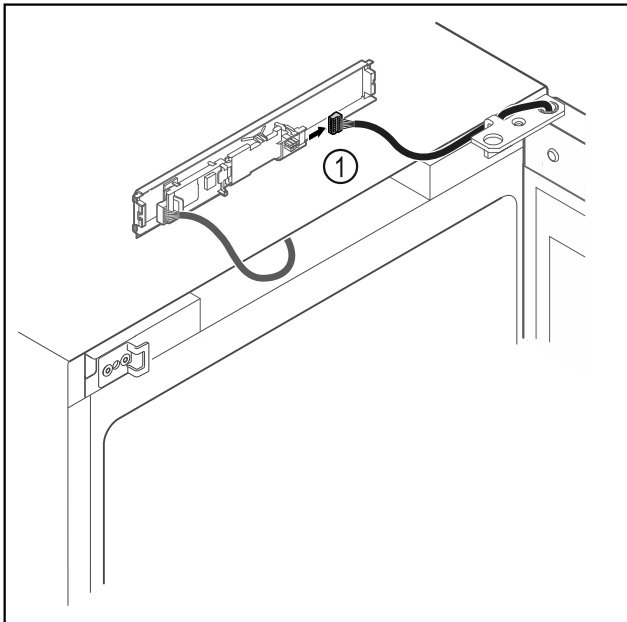

Fig. 11
- Stecker Fig. 11 (1) von Platine abstecken.